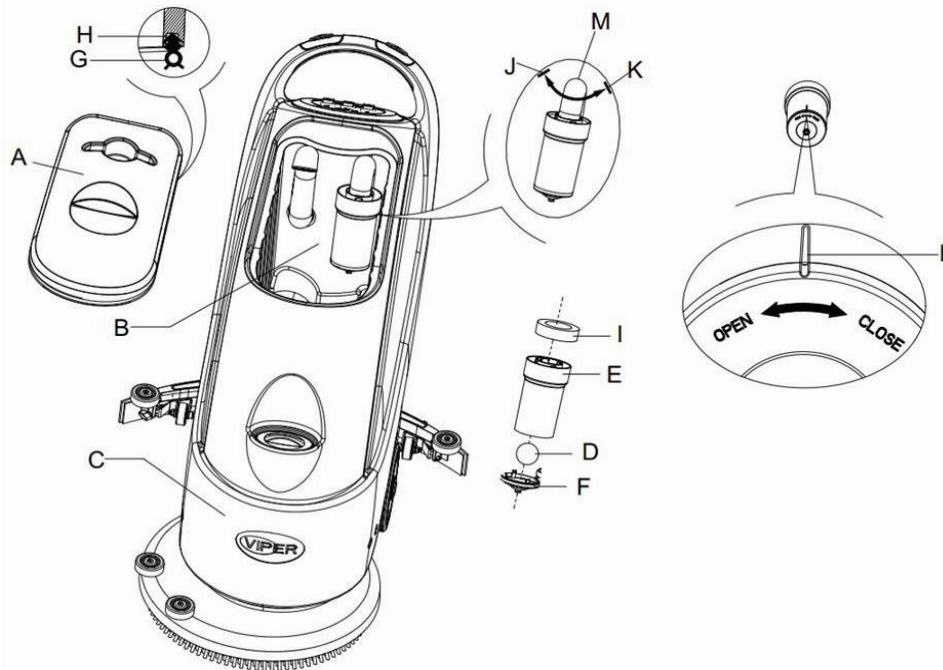

Abbildung 16
2. Drücken Sie den Netzschalter (41) auf die "O"-Position und schalten Sie das Gerät aus.
3. Öffnen Sie die Abdeckung des Schmutzwassertanks (A, **Abbildung 16**), und entnehmen Sie den Schwimmer (36) aus dem Schmutzwassertank.
4. Verwenden Sie klares Wasser zur Reinigung des Tankdeckels (A), der Tanks (B und C) und der Schwimmer-Filterfassung (E). Lassen Sie durch das Schmutzwasserrohr (15) das gesamte Wasser aus dem Wassertank ablaufen.
5. Folgen Sie, falls nötig, den Symbolen "Öffnen" und "Schließen", wie in **Abbildung 16** dargestellt, öffnen Sie den unteren Deckel (F) des Schwimmer-Filters und reinigen den Schwimmer (D), die Schwimmer-Filterfassung (E) und den Filter-Schwamm (I). Fixieren Sie nach der Reinigung den Schwimmer auf der Schwimmer-Filterfassung (E), und richten Sie die Markierungsnut (L) des unteren Deckels (F) des Schwimmer-Filters nach der Markierungsnut (L) der Schwimmer-Filterfassung (E) aus. Drehen Sie den unteren Deckel (F) des Schwimmer-Filters fest und fixieren Sie den Filter-Schwamm (I) auf der Schwimmer-Filterfassung (E) und dann auf dem Vakuum-Rohr (M).
6. Überprüfen Sie die Zuverlässigkeit des Dichtrings (G) der Wassertankabdeckung.
Falls erforderlich, sollte der Dichtungsring des Wassertanks (G) aus der Nut (H) entnommen und ausgetauscht werden. Beim Einsatz eines neuen Wassertank-Dichtrings, wie in **Abbildung 16** unten dargestellt, installieren Sie den Anschluss im mittleren Bereich des hinteren Teils.
7. Prüfen Sie, ob die aufnehmende Oberfläche des Dichtrings (G) intakt ist und ausreichend abdichtet.
8. Schließen Sie die Abdeckung des Schmutzwassertanks (A).